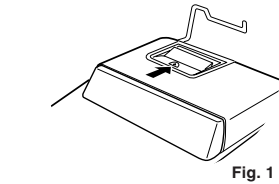

Fig. 1
- Déposez le couvercle de l'impression. (Fig. 1)